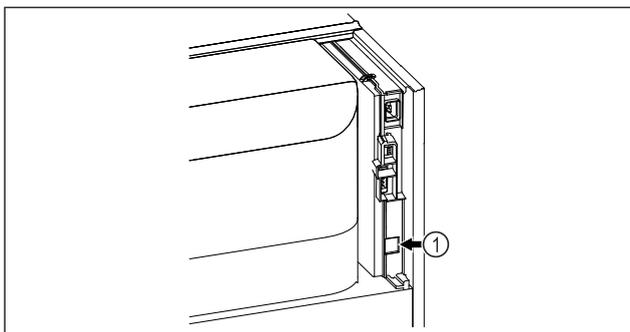

Fig. 90
- Se utiliza SmartModule Fig. 90 (1).